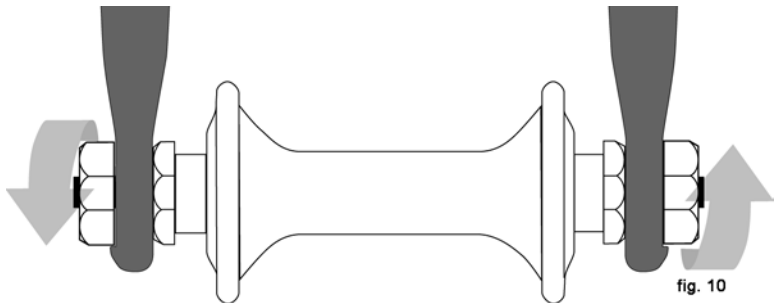

fig. 10
- Tuercas hexagonales o llaves hexagonales que pasan por encima o a través del eje del buje (rueda montada, fig. 10).